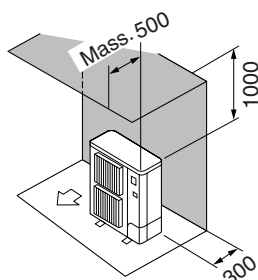

Fig. 2-3
- ② Solo ostacoli posteriori e superiori (Fig. 2-3)